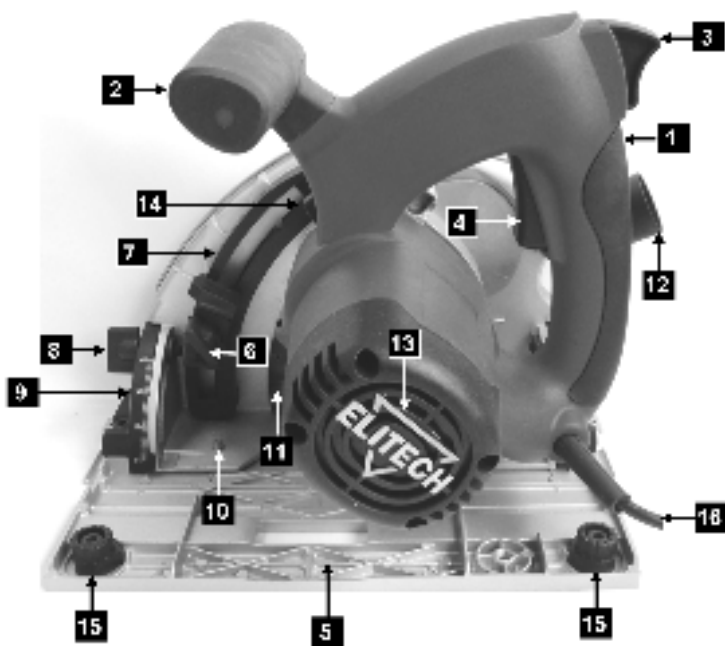
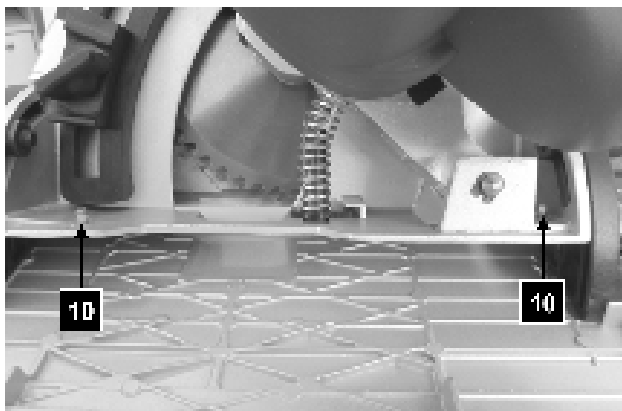

Рис. 2
Рис. 9
2. Зафиксировать пильный диск с помощью кнопки фиксации диска (поз. 14, Рис. 2);
При угле наклона 0° по шкале угла наклона диска (поз. 9, Рис. 2) плоскость пильного диска с плоскостью опорной платформы образует прямой угол 90° . В этом положении указатель шкалы указывает на 0° . В случае, если при установке прямого угла между пильным диском и опорной платформой указатель шкалы отклонился от отметки 0° , необходимо выполнить калибровку прямого угла. Калибровка прямого угла выполняется с помощью откручивания/закручивания (в зависимости от того, в какую сторону необходимо выполнить калибровку) винтов калибровки прямого угла (поз. 10, Рис. 9).